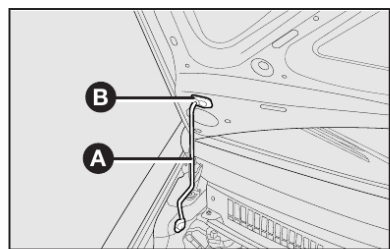

fig. 93
4) introduzir a extremidade da vareta **A** na abertura **B** do capô do motor **fig. 93**.
1) manter levantado o capô com uma mão e, com a outra, tirar a vareta **A-fig. 93** da abertura **B** e repô-la no seu dispositivo de bloqueio;